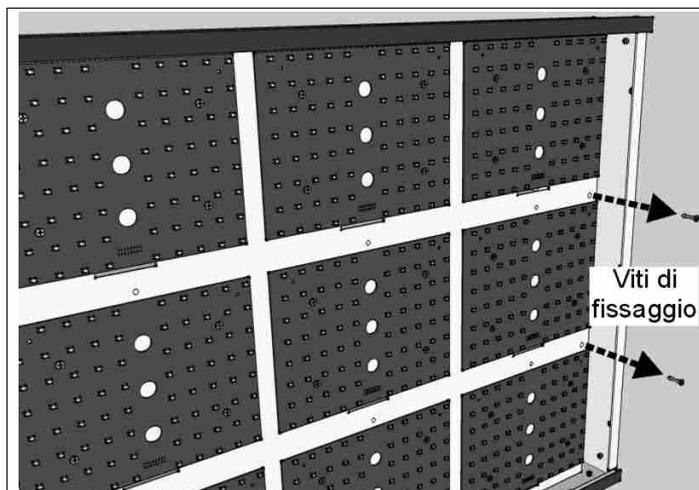

Fig. 12: Viti di fissaggio del supporto delle schede LED
4. Con un cacciavite a croce svitare le due viti di blocco del supporto metallico delle schede LED (Fig. 12), situate sul lato destro dello stesso.